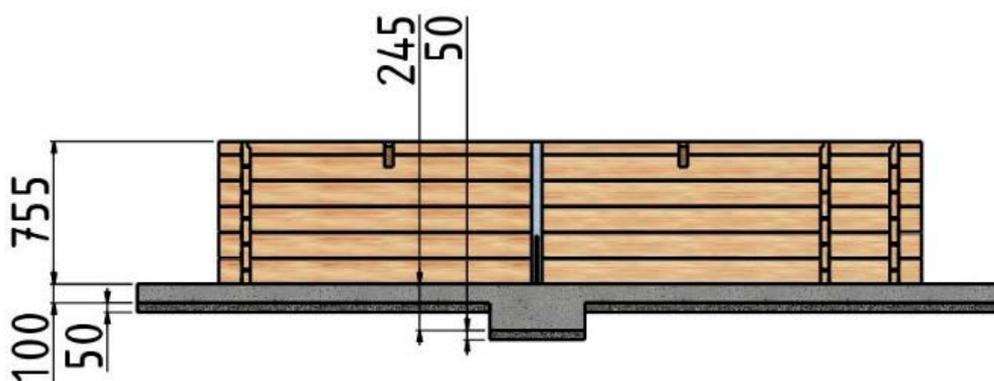

Figure 4 – Caractéristiques de la dalle de béton
**ASTUCE :** Vous pouvez utiliser les jambes de force pour matérialiser la hauteur que devra avoir votre dalle de béton une fois achevée. Pour cela, en prenant comme niveau 0 l'arase de votre piscine (dessous des margelles, voir *Figure 4*), mesurer 0,755 m et tracer un trait à cette cote sur le devant de la jambe de force. Ce trait correspondra à la valeur finie de votre dalle béton.
Les caractéristiques de la dalle de béton sont données à la *Figure 4*.
Lors du coulage de la dalle sur l'ensemble du fond de fouille, assurez-vous que le ferraillage supérieur est correctement noyé dans le béton : la couche de béton au-dessus du ferraillage doit mesurer au minimum 3 cm. Reportez-vous à la *Figure 4* pour déterminer la profondeur de la dalle à couler : elle doit avoir une épaisseur de 150 mm.